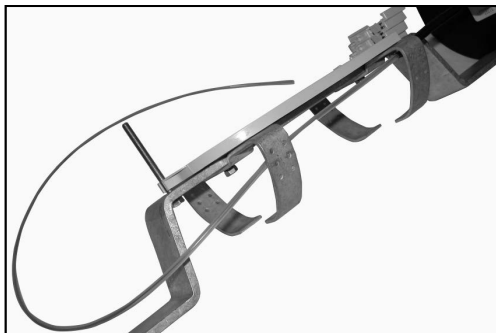

Figura 50
8.2 Posicione uma volta do tubo de transporte no comprimento de 1,50m aproximadamente para cada cabo dentro do sistema de armazenamento de tubos (figura 50).